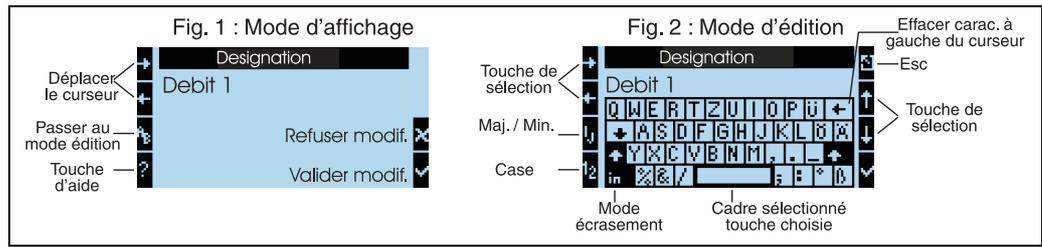

Fig. 17: Exemple : édition d'une désignation à l'aide du clavier Palm
1. A l'aide de la flèche droite, placer le curseur devant le caractère devant lequel doit être inséré un caractère. Si le texte complet doit être effacé et réécrit, placer le curseur à l'extrême droite. (→ Fig. 17, fig. 1)
3. Avec IJ/ij et la touche ½ sélectionner le pavé avec majuscules/minuscules ou sélectionner des chiffres. (→ Fig. 17, fig. 2)
4. A l'aide des touches flèches, sélectionner la touche souhaitée et valider avec la touche munie d'une coche. Pour effacer du texte, sélectionner la touche en haut à l'extrême droite. (→ Fig. 17, fig. 2)
6. Activer la touche Esc pour passer du mode d'édition au mode d'affichage et valider les modifications avec la touche munie d'une coche. (→ Fig. 17, fig. 1)
- Dans le mode d'édition (→ Fig. 17, fig. 2) il est impossible de déplacer le curseur ! Passer avec la touche Esc dans la fenêtre précédente (→ Fig. 17, fig. 1) pour placer le curseur sur le caractère à modifier. Puis activer à nouveau le pavé AB.